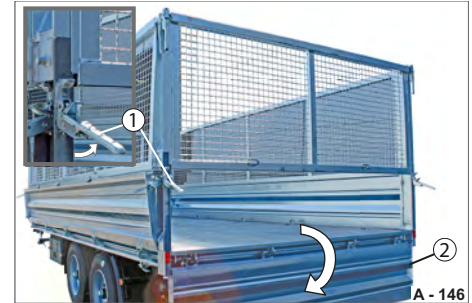

Abb. 152 Scharniere entsichert
- ▶ Öffnen Sie die Verschlüsse (Abb. 152/1) der Grundbordwand.
- ▶ Klappen Sie die Grundbordwand (Abb. 152/2) vorsichtig ab.